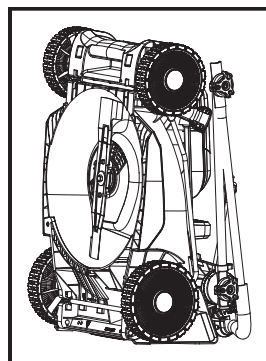

Fig. 25
9. Depozitează mașina de tuns iarbă în poziție orizontală sau verticală (fig. 25).